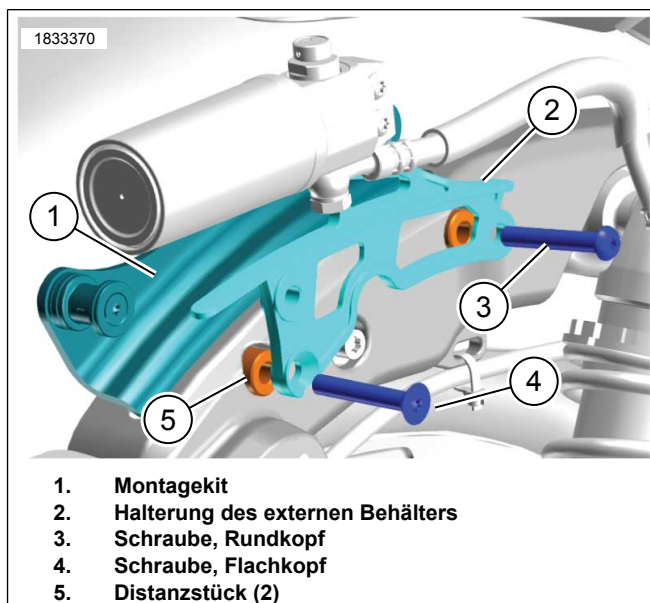

Abbildung 3.
2. Siehe Abbildung 3. Die Distanzstücke (5) einbauen.